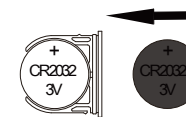

fig.2
---Coloque la pila CR2032 en el compartimento, con el polo positivo (+) hacia arriba (fig. 2).